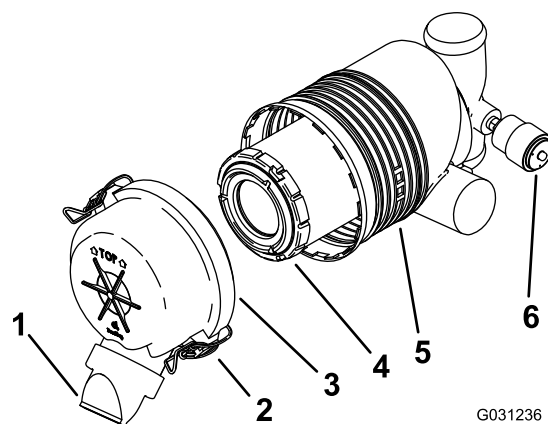

Рисунок 41
**Внимание:** Фильтр воздухоочистителя следует менять только, когда индикатор обслуживания станет красным (Рисунок 41). Замена воздушного фильтра без необходимости ведет лишь к повышению вероятности попадания грязи в двигатель при извлечении фильтра.
5. Освободите защелки воздухоочистителя и отделите крышку от корпуса воздухоочистителя (Рисунок 41).
- Если индикатор обслуживания прозрачный, установите крышку воздухоочистителя таким образом, чтобы пылезащитный колпачок был ориентирован вниз, и закройте защелки (Рисунок 41).
1. Осторожно извлеките фильтр из корпуса воздухоочистителя (Рисунок 41).
3. Осторожно установите фильтр (Рисунок 41).
4. Установите крышку воздухоочистителя таким образом, чтобы пылезащитный колпачок был ориентирован вниз, и закройте защелки (Рисунок 41).